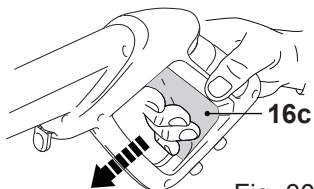

Fig. 30
1. Suelte el gatillo (16c) de la pistola (Fig. 30).